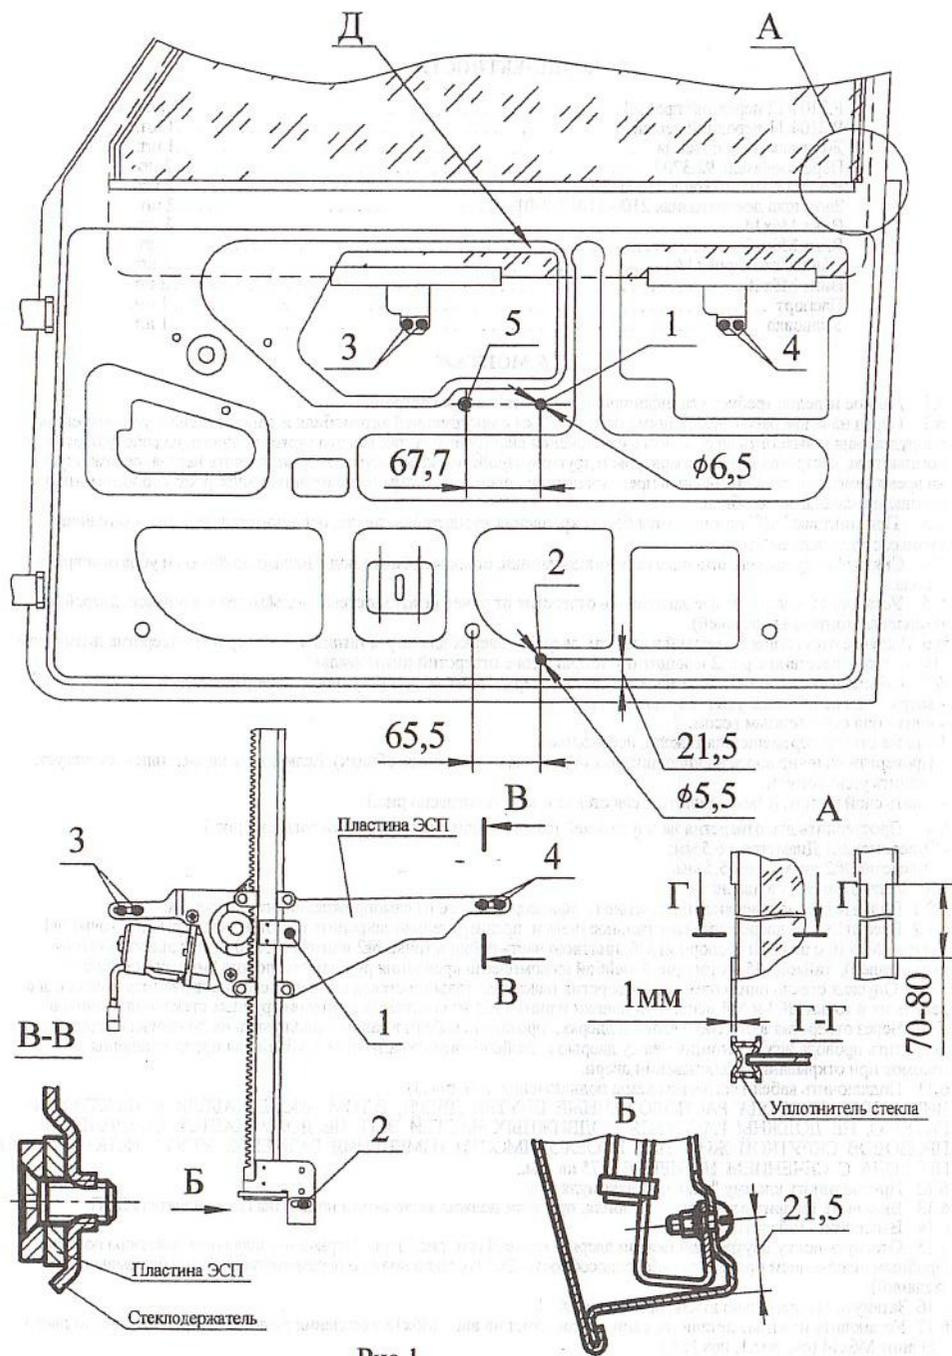

Рис.1
- Снять слой резины в 1мм с уплотнителя стекла в зоне А согласно рис.1.
6.8 Просверлить два отверстия на внутренней панели двери с координатами согласно рис.1:
6.9.2 Ввести ЭСП в дверь через центральное окно и предварительно закрепить верхнюю часть рейки в точке №1 винтом М6х10 с шайбой стопорной М6, нижнюю часть рейки в точке №2 винтом М5х10 (из комплекта монтажных деталей), гайкой М5 и стопорной шайбой из комплекта крепления ручных стеклоподъемников (см. рис.1).
6.15 Стюнуть полку внутренней панели двери в месте Д (см. рис.1) для устранения заедания пластины подъема. Пробным включением проверить работоспособность ЭСП (стекло должно перемещаться плавно без рывков и заеданий).
6.17 Установить штатные детали на свои места, заменив винт М6х18 крепления ручки к внутренней панели двери на винт М6х14 (см. рис.1, поз.№5).